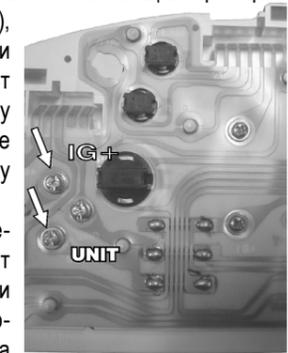

рис.9 Печатная плата комбинации приборов
3.18 Подключение ДУТ. На печатной плате комбинации приборов от контакта 10 (черно-белый провод), средней 12-ти контактной колодки комбинации приборов), подходит токопроводящая дорожка к винту с надписью "UNIT". Подсоедините **розовый** провод из жгута БК к этому винту (указан стрелкой на рис.9).
3.19 Подключение "зажигание". На печатной плате комбинации приборов от контакта 6 (розовый провод), левой 10-ти контактной колодки комбинации приборов, подходит токопроводящая дорожка к винту с надписью "IG+". Подсоедините **красно-белый** провод из жгута БК к этому винту (указан стрелкой на рис.9).